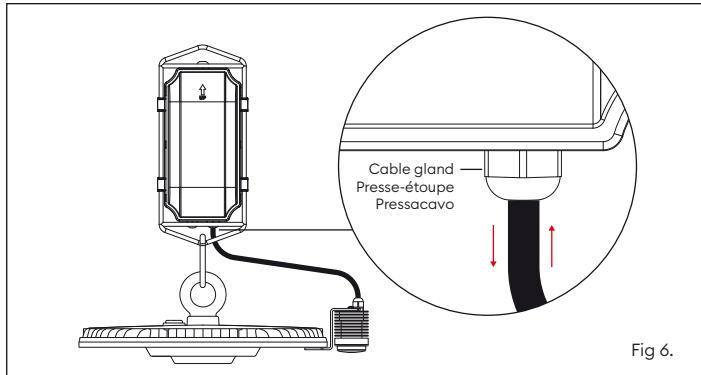

Fig 6.
- Note:** Luminaire balance can be adjusted by loosening the LED module cable gland and pulling out / pushing in the cable accordingly. The cable gland should then be re-tightened (Fig 6).
- Remarque :** le luminaire peut être ajusté en desserrant le presse-étoupe du module LED et en tirant / poussant le câble. Le presse-étoupe doit ensuite être resserré (fig. 6).
- Nota:** il bilanciamento dell'apparecchio può essere regolato allentando il pressacavo del modulo LED e sfilando/spingendo il cavo di conseguenza. Il pressacavo deve poi essere serrato nuovamente (Fig. 6).